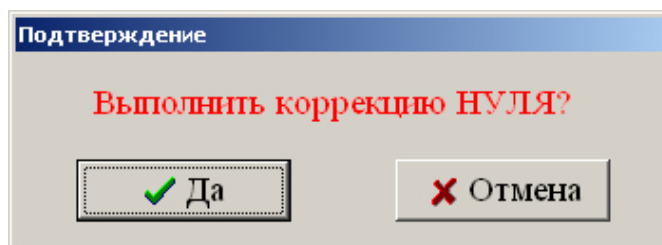

Рисунок 5.9 – Окно подтверждения команды коррекции нуля
5.1.2.6 Команда № 6: «**6. Выполнить коррекцию нуля**». Команда позволяет выполнять корректировку аддитивной составляющей погрешности приборов ДМ5002, предназначенных для измерения избыточного давления, разрежения. При выполнении команды измерительная полость штуцера должна быть соединена с атмосферой (рисунок 5.9).